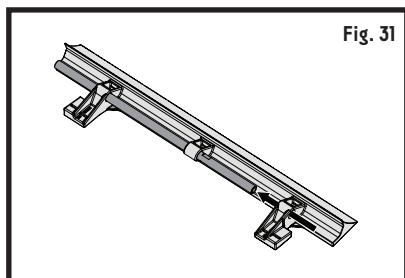

Fig. 31
- Retirez la tige de pivotement du racloir et jetez-la (fig. 31).